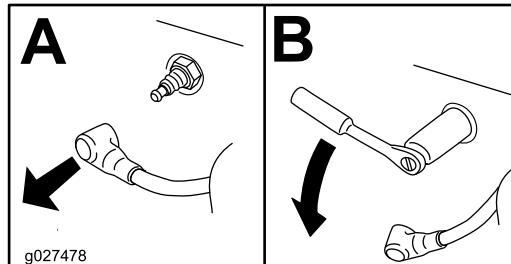

Figura 70
4. Localice y retire la(s) bujía(s), como se muestra en la Figura 70.